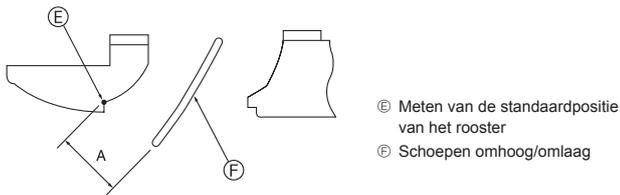

Fig. 5-10
- ① Schakel het apparaat uit met de hoofdschakelaar.
- ② Verbreek de aansluiting van het luchtuitstroomblad dat u wilt afstellen. (Druk de knop in en schuif de aansluiting weg in de richting die door de pijl wordt aangegeven, zoals getoond in de afbeelding.) Nadat u de aansluiting heeft verwijderd, dient u deze af te plakken met isolatieband.
- ③ Beweeg voorzichtig de schoepen omhoog/omlaag binnen het aangegeven bereik om de richting van de luchtstroom aan te passen. (Fig. 5-10)